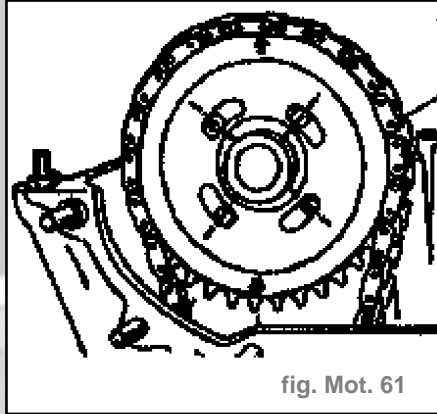

fig. Mot. 61
- Placer le pignon de chaîne sur l'arbre à cames d'échappement en veillant à ce que les trous oblongs (fig. Mot. 61).